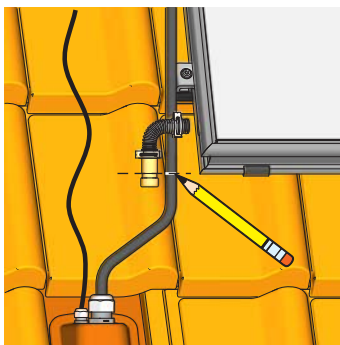
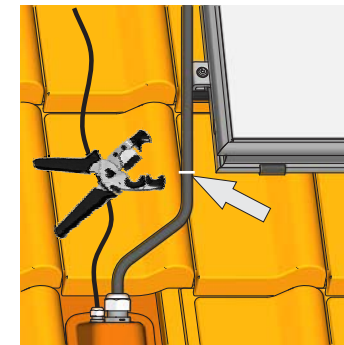

Fig. 3-37 Fase di lavoro 9 - Marcare
Fig. 3-38 Fase di lavoro 9 - Tagliare
9. Raddrizzare i tubi di collegamento, segnare la lunghezza necessaria (fig. 3-37) e tagliarli (fig. 3-38).